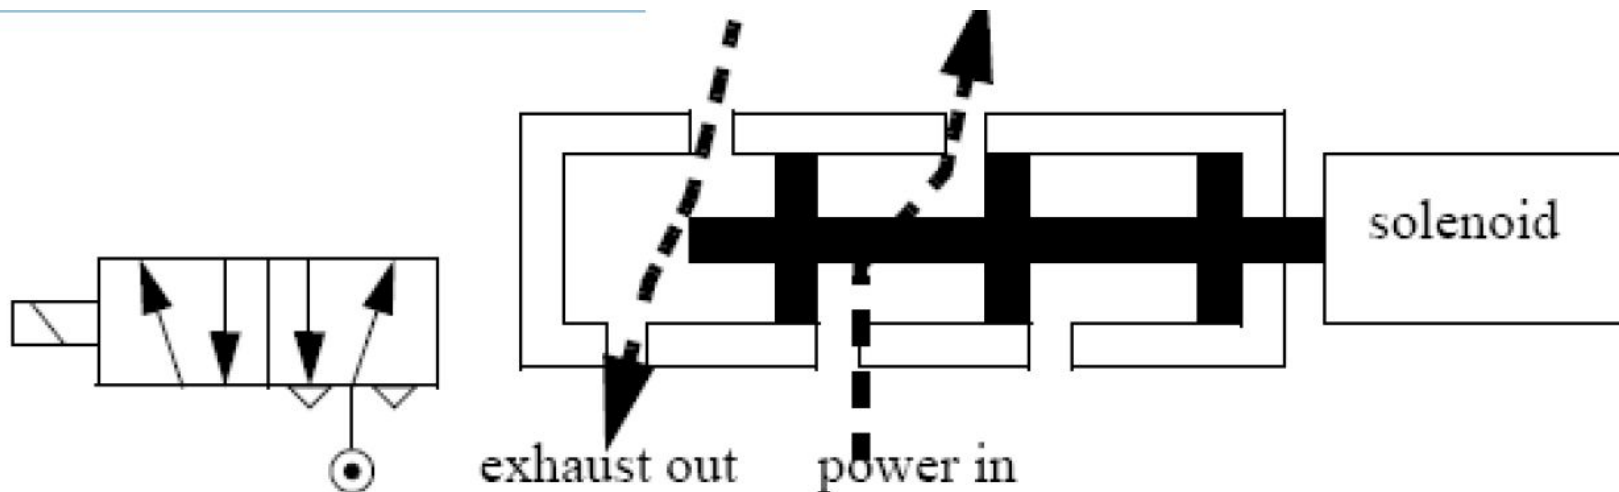

Рис. 2 Положения клапана с электромагнитным управлением
- Поток жидкости и воздуха можно контролировать с помощью клапана. Например, управляемый соленоидный клапан показан на рис. 2.